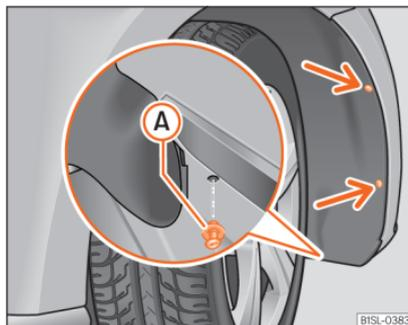

Abb. 50 Radhaus vorn rechts: Zugang zu der Glühlampe
- 2 Befestigungsschrauben der Radhausverkleidung **»» Abb. 50** (Pfeile) mit dem Schraubendreher aus dem Bordwerkzeug herausdrehen **»» Seite 37**.
- Spreizniete in die Radhausverkleidung und den Stoßfänger einsetzen und vollständig hineindrücken »» **Abb. 50 A**.
- Die 2 Befestigungsschrauben »» **Abb. 50** (Pfeile) mit dem Schraubendreher festdrehen.